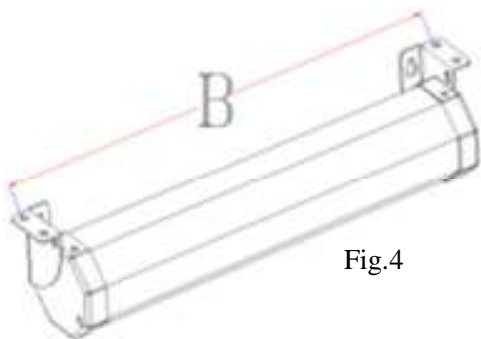

Fig.4
1. Abstand messen B (Fig. 4) und die 4 Löcher markieren/vorbohren